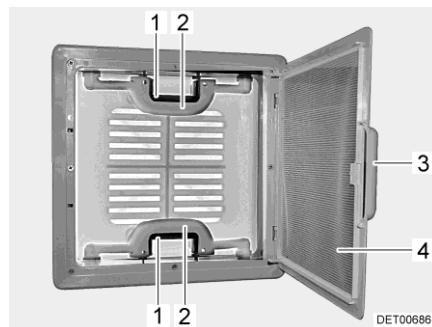

Fig. 61 Oblò a scatto
- Tirare la maniglia (Fig. 61,3).
- Ribaltare la protezione contro gli insetti (Fig. 61,4) verso il basso.
- Premere la chiusura a scatto (Fig. 61,1) verso l'interno dell'oblò. Premere contemporaneamente verso l'alto l'oblò con la maniglia (Fig. 61,2).
- Spingere la protezione contro gli insetti (Fig. 61,4) verso l'alto finché non si innesta.
- Tirare con forza verso il basso le due maniglie (Fig. 61,2) dell'oblò, fino a quando non scattano entrambe le chiusure (Fig. 61,1).